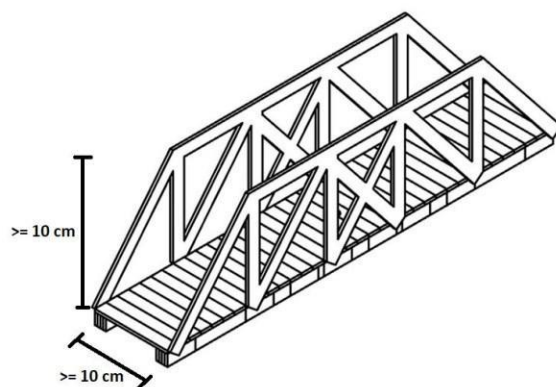

Figura 3: Esquema do vão livre da ponte para passagem do carrinho.
- A ponte deve possuir uma abertura, com largura e altura mínima de 10 cm, em toda a extensão do eixo longitudinal da ponte, contado a partir do seu tabuleiro, a fim de permitir a passagem de um carrinho de brinquedo, para a avaliação de funcionalidade, como apresentado no esquema da Figura 3.